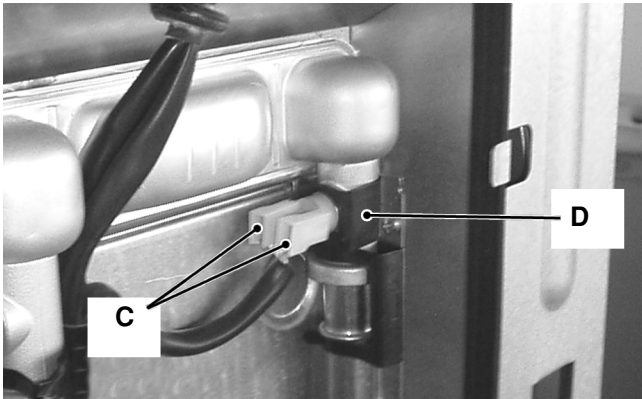

fig.3
- 2) Scollegare i cablaggi elettrici **C** (fig.3)